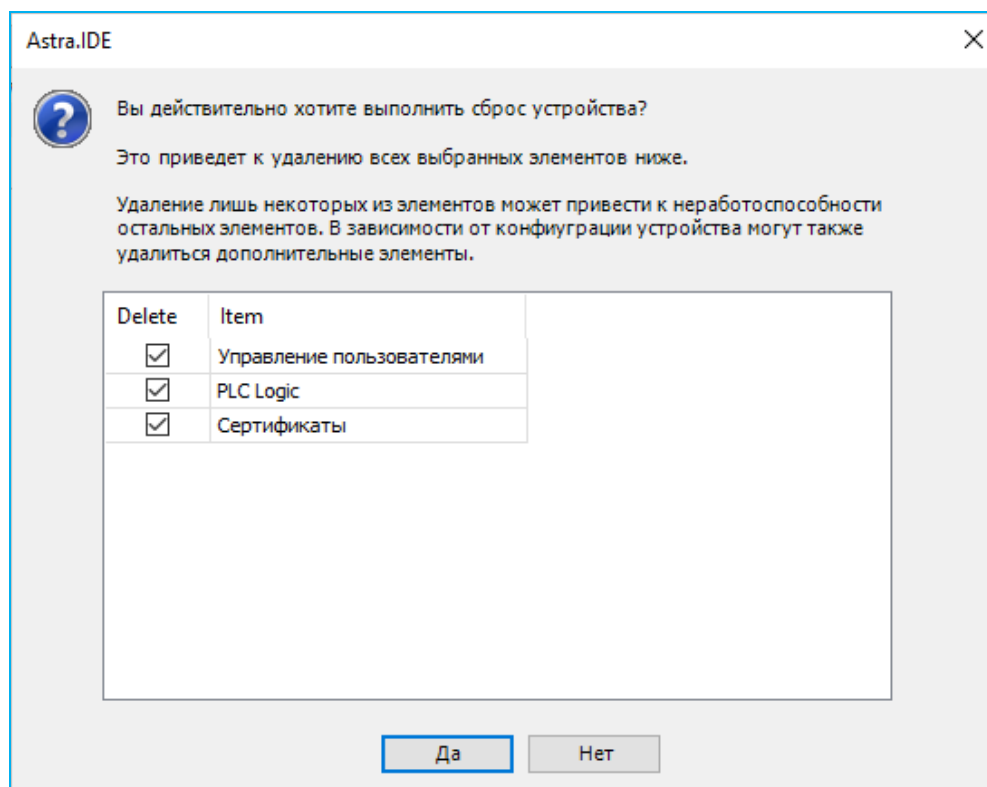

Рисунок 154 – Окно подтверждения операции
- в появившемся контекстном меню выберите пункт **Сброс заводской устройства [REGUL...]**. Откроется окно подтверждения операции (Рисунок 154);